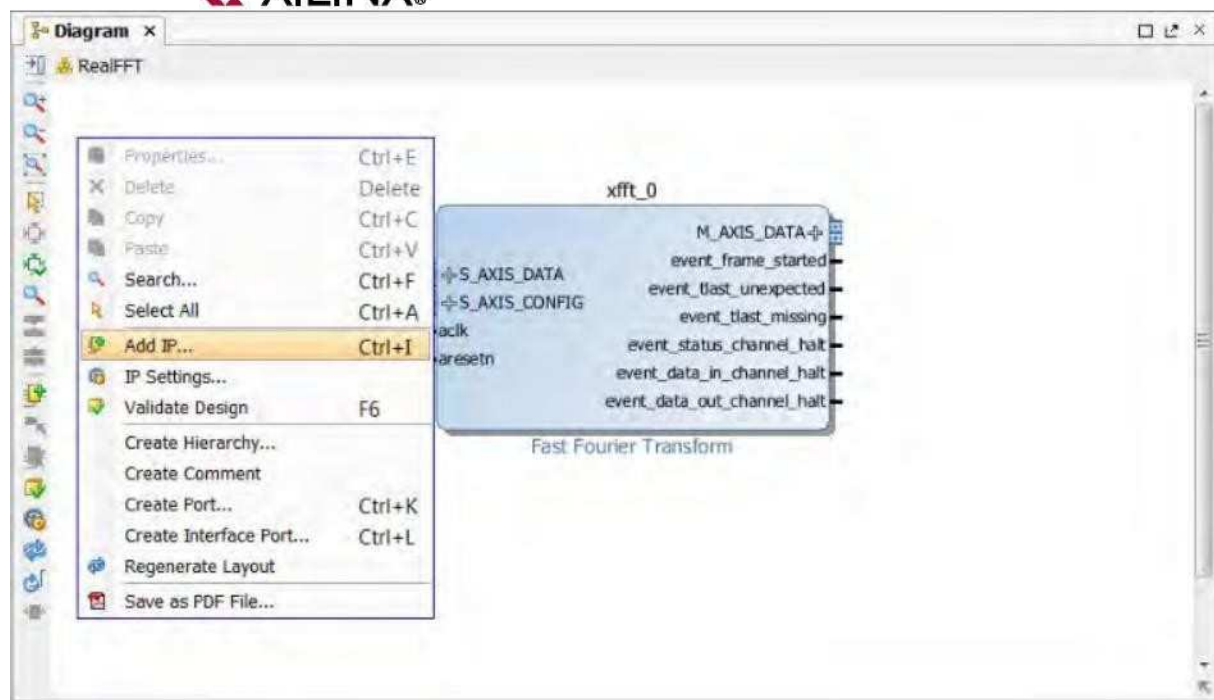

图 9-15: 添加 IP 块
6. 右键单击画布中的任何空间并选择 **Add IP**(图 9-15)。